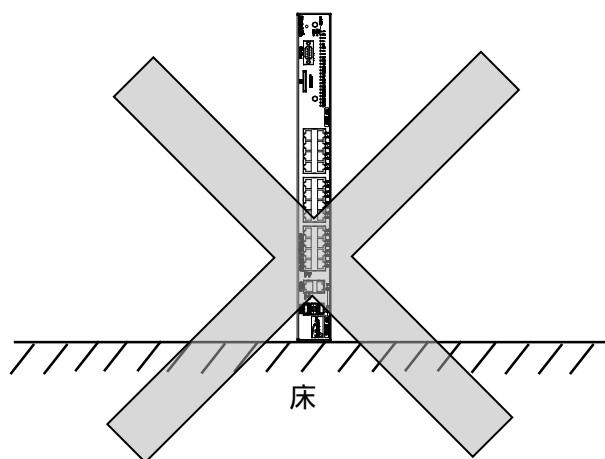

図 3-1 悪い設置例
- (1) 本装置の上面、側面に物を置かないでください。冷却のための通風を阻害し、故障の原因となります。Apresia5412GT-HRSS2は上面通気口から排熱するため段積みで使用しないでください。
- (2) 本装置の上面に花瓶や飲物等を置かないでください。
- (3) 本装置を設置する場合は換気のための適切な空間(本装置上面と側面の通風孔を塞がないよう十分なスペース(目安として約10cm以上)を空けてください。
- (4) 本製品を据え置きする場合は、標準添付されている筐体ゴム足を本装置の4隅の底に取り付けてご使用ください。
- (5) 本装置を直接、床などに縦置きで使用しないでください(図3-1)。冷却のための通風を阻害し、故障の原因となります。縦置きする場合は、通気口からの排熱を阻害しないようラックに取り付けてご使用ください。
- (6) 本装置が動作している場合は、熱を発生する装置を本装置の上下に設置しないでください。冷却を阻害し、故障の原因となります。